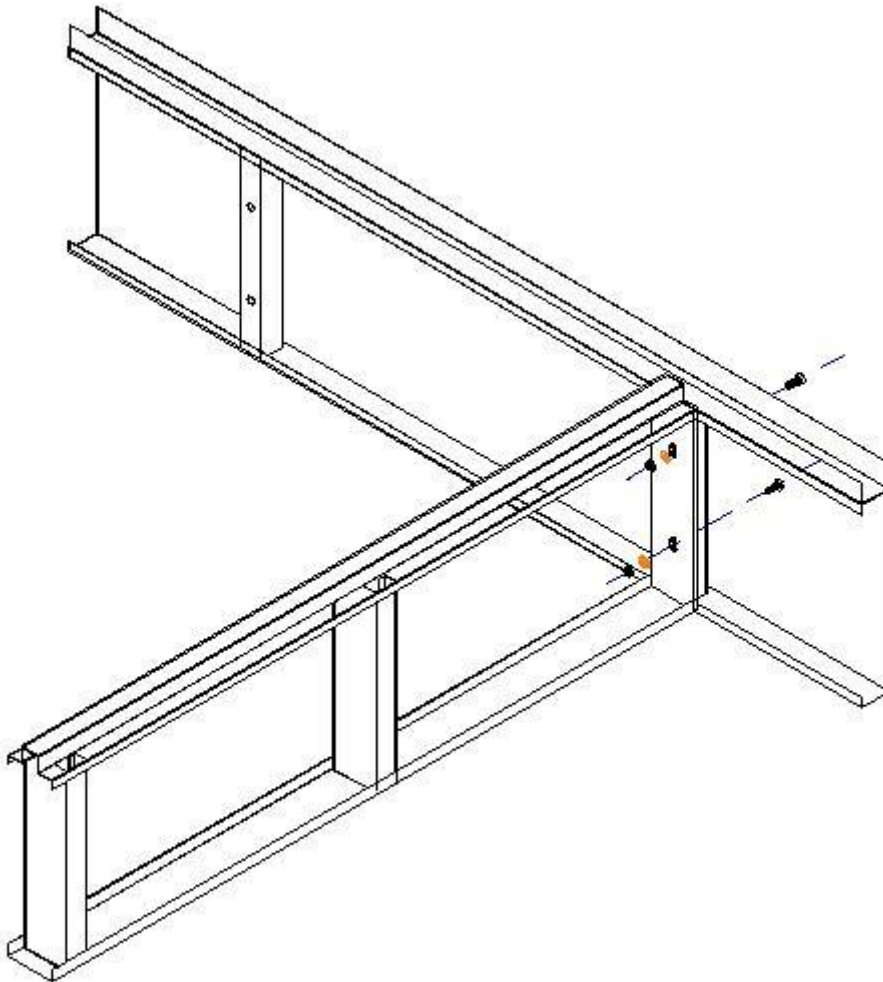

Рис. 2.4
1. Установите металлическую панель (спереди, сзади, по бокам) и средний кронштейн в нужное место и соедините их болтом М8\*20 в соответствии с требованиями монтажной схемы, затем завинтите. Показано на рис.2.4.